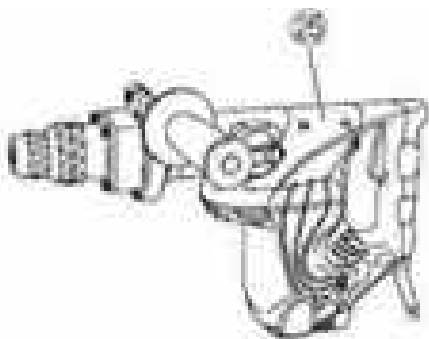

Рис. 22
2.1.Снимите крышку рычага и вытрите смазку, находящуюся внутри (рис. 22).